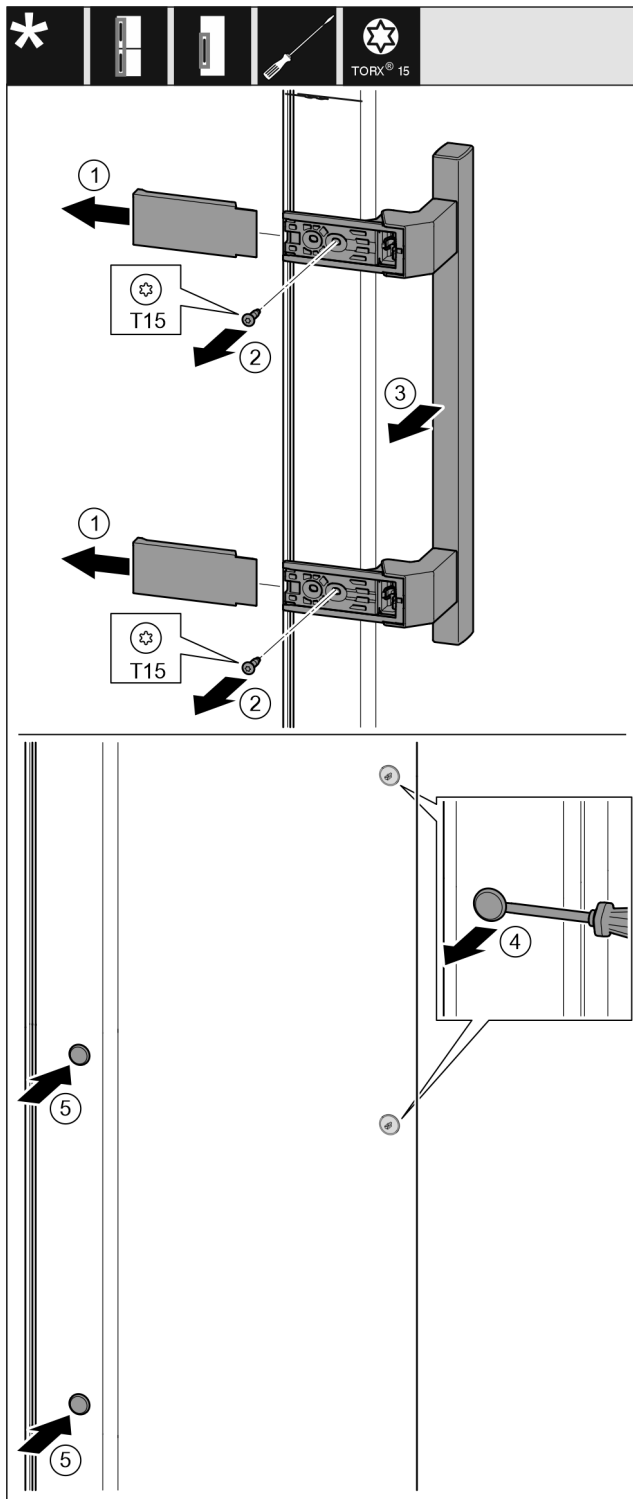

Fig. 11
- ▶ Trekk av dekselet. Fig. 11 (1)
- ▶ Skru ut skruene med skrutrekkeren Torx 15. Fig. 11 (2)
- ▶ Fjern håndtaket. Fig. 11 (3)
- ▶ Løft pluggene på siden forsiktig med en skrutrekker og trekk dem ut. Fig. 11 (4)
- ▶ Sett igjen inn pluggen på den andre siden. Fig. 11 (5)